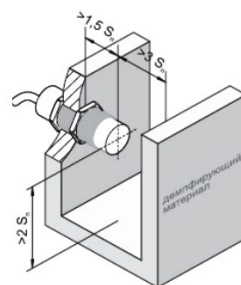

Рисунок 3 – Минимальные расстояния до демпфирующих материалов
5.1 Металлы и материалы с высокой диэлектрической проницаемостью (например, вода) обладают сильным демпфирующим действием, поэтому, если регулировкой чувствительности исключить их влияние невозможно, необходимо обеспечить свободную область вблизи чувствительного элемента (активной поверхности выключателя) согласно рис. 3.